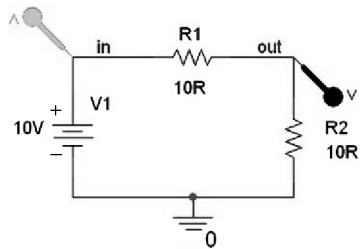
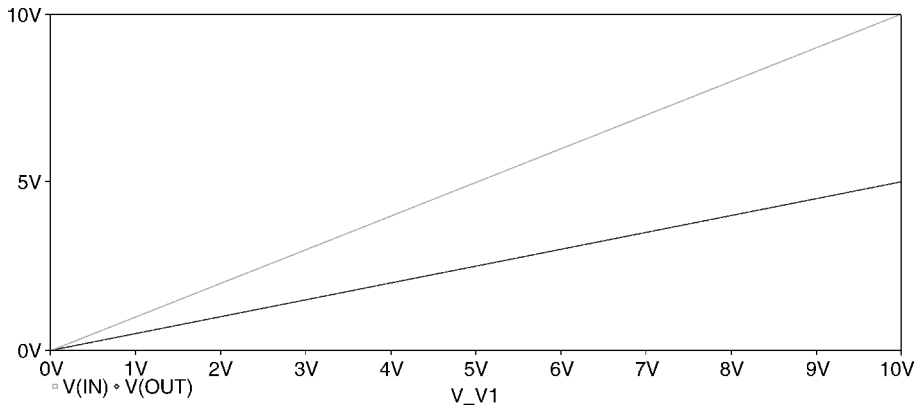

图 3.15 在节点处放置电压探针
图 3.16 对电阻电路的输入电源  $V_{in}$  进行直流扫描分析时电路的输出电压特性
3. 如图 3.15 所示，在网络节点 in 和节点 out 处放置电压探针。
5. 运行 PSpice 仿真，在 Probe 图形显示窗口中将输出 V (in) 和 V (out) 两条曲线的波形。从图 3.16 可以看出，波形颜色与图 3.15 中探针的颜色一致。本电路为分压电路，输出电压值为输入电压值的一半。